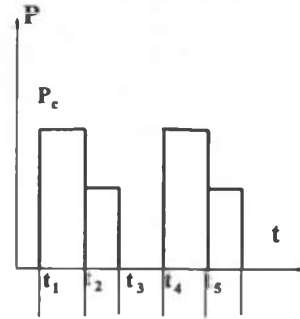

Рис.2
7. Чему равна относительная продолжительность включения для графика нагрузки (рис.2)?